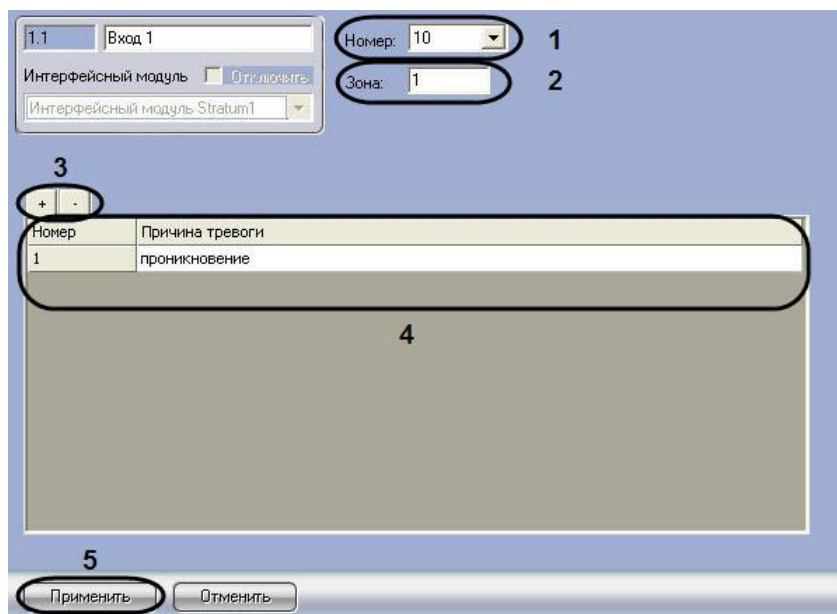

Рис. 2.9-2. Настройка объекта Вход
1. Перейти на панель настройки объекта **Вход** (Рис. 2.9-2).
2. Из раскрывающегося списка **Номер** выбрать номер входа, заданный при настройке системы *Stratum* в программе «Site Manager» (см. Рис. 2.9-2, 1).
3. В поле **Зона** ввести номер зоны регистрации, которой принадлежит данный вход (см. Рис. 2.9-2, 2).
4. Задать возможные причины тревожных событий на контрольном сегменте. Для добавления причины в таблицу используется кнопка +, для удаления – кнопка - (см. Рис. 2.9-2, 3).
5. После добавления причины в таблицу ввести ее описание в столбце **Причина тревоги** (см. Рис. 2.9-2, 4).
6. Для сохранения внесенных изменений нажать **Применить** (см. Рис. 2.9-2, 5).